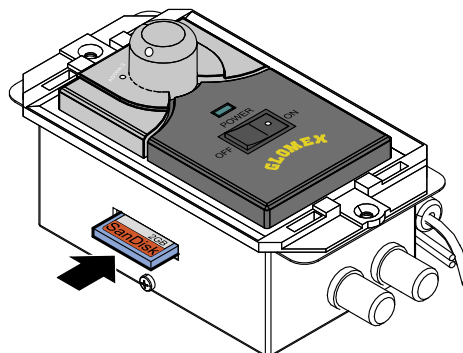

Fig. 34
3. Introduire la carte SD dans la fente correspondante sur le côté de l'unité de contrôle, comme indiqué dans la **Fig. 34**, en respectant la direction (côté avec étiquette du constructeur vers le haut) et en s'assurant de l'avoir introduite complètement.